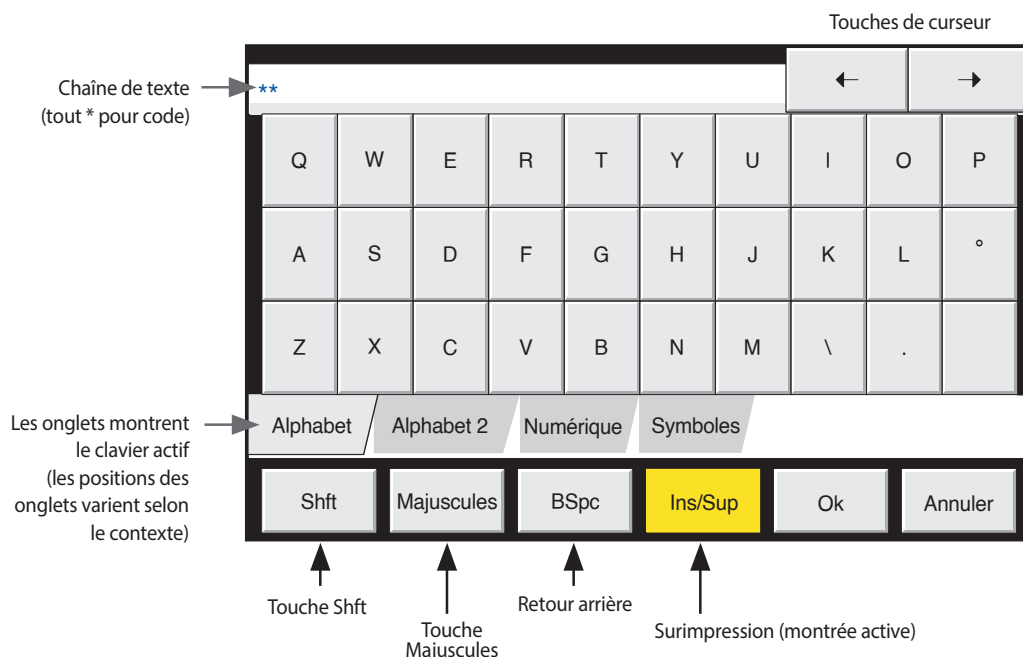

Figure 3.3.2b Clavier alphabétique 1
La fenêtre Nouveau mot de passe s'ouvre avec un clavier (voir l'exemple Figure 3.3.2b Clavier alphabétique 1).
- 3 Touchez la zone de saisie du code pour faire apparaître le clavier (voir figure 3.3.2b).
Le clavier qui apparaît lorsqu'on touche la zone du code est le même qui apparaît lorsqu'on doit entrer un texte non numérique (par ex. un descriptif de voie). Les figures 3.3.2b et 3.3.2c montrent les différents claviers disponibles ainsi que les caractères associés. Pour entrer un caractère il est nécessaire d'appuyer sur la touche correspondante.